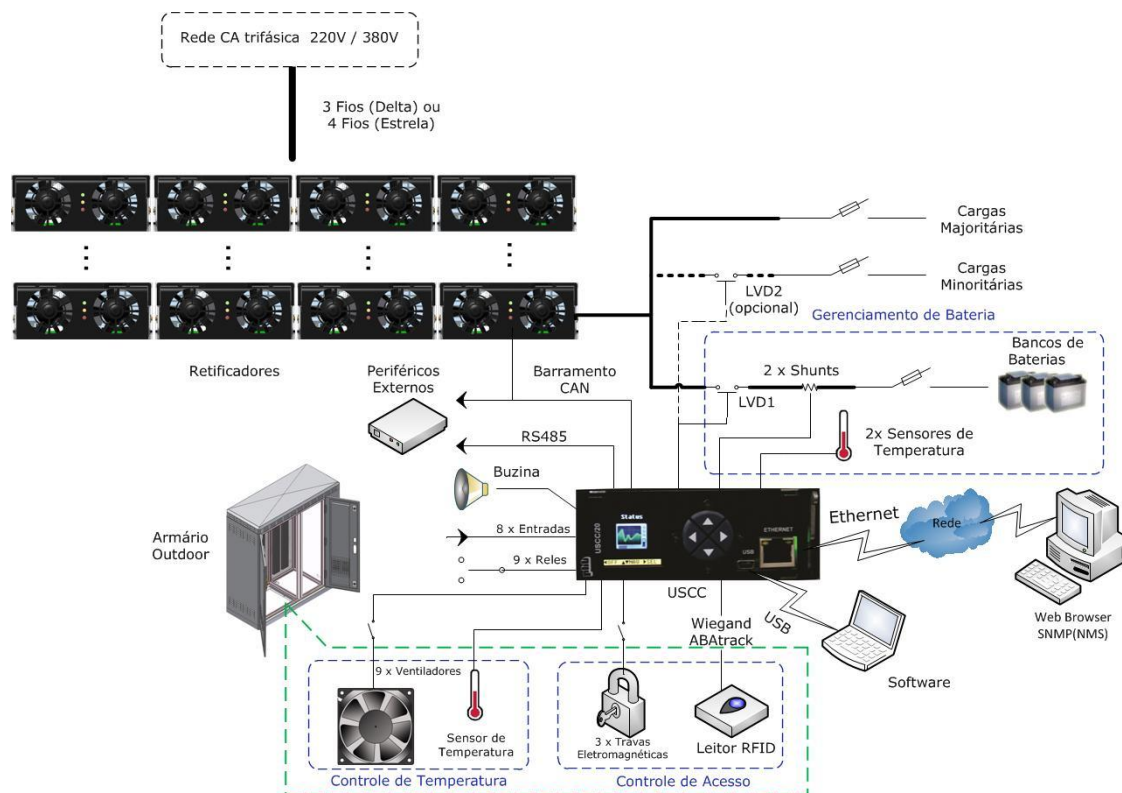

Figura 1 - Diagrama de blocos simplificado.
O Sistema de Retificadores (SR) modelo SR2400A-48V/01 é composto por Unidades Retificadoras (URs) de alta eficiência (até 96%) e compactação, Unidade de Supervisão (US) com flexibilidade de gerenciamento e Quadros de Distribuição CC, CA e Desconexão, dispostos em sub-bastidor de 19". Apresenta um layout modular que propicia facilidade de operação e manutenção. Basicamente, o SR pode ser ilustrado pelo diagrama de blocos apresentado na figura 1.